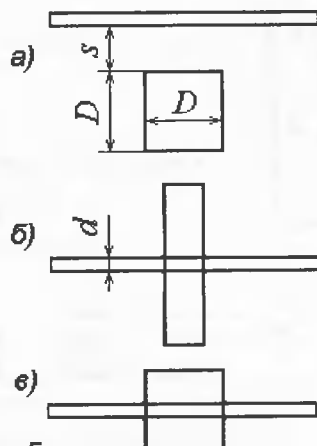
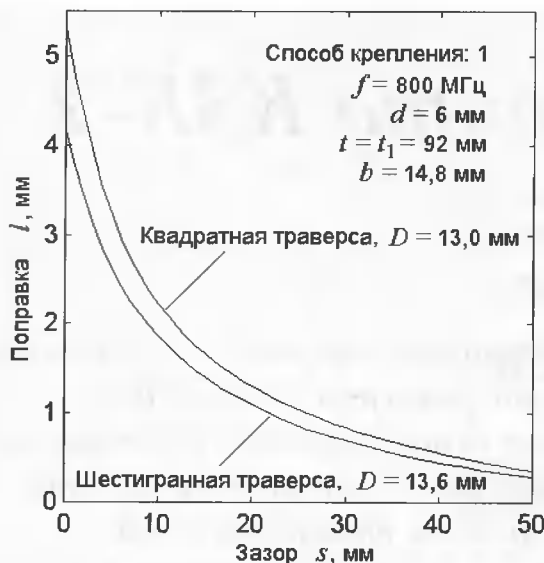

Рис. 5
Рис. 6
На рис. 5 приведены эскизы нескольких моделей с прямоугольным и квадратным сечениями траверсы. На модели по рис. 5, а сделаны расчеты поправок для сравнения с аналогичным способом крепления (1) на шестигранной траверсе при одинаковых эквивалентных для 3-го способа диаметрах круглого сечения ($b=14,8$ мм). Это сравнение отражено на рис. 6, из которого следует, что в данном случае, когда вибратор параллелен одной из граней квадратной траверсы, влияние такой траверсы заметно сильнее. Диаметр траверсы круглого сечения, эквивалентный квадратной траверсе с креплением, выполненным по способу 3 (рис. 5, г), считается как $b=1,14D$.
Рис. 5 дает некоторое представление о зависимости влияния траверсы
от формы ее сечения и расположения вибратора. Все модели на рис. 5 расположены сверху вниз по возрастанию поправки на длину вибратора при постоянной площади сечения траверсы и прочих одинаковых параметрах.